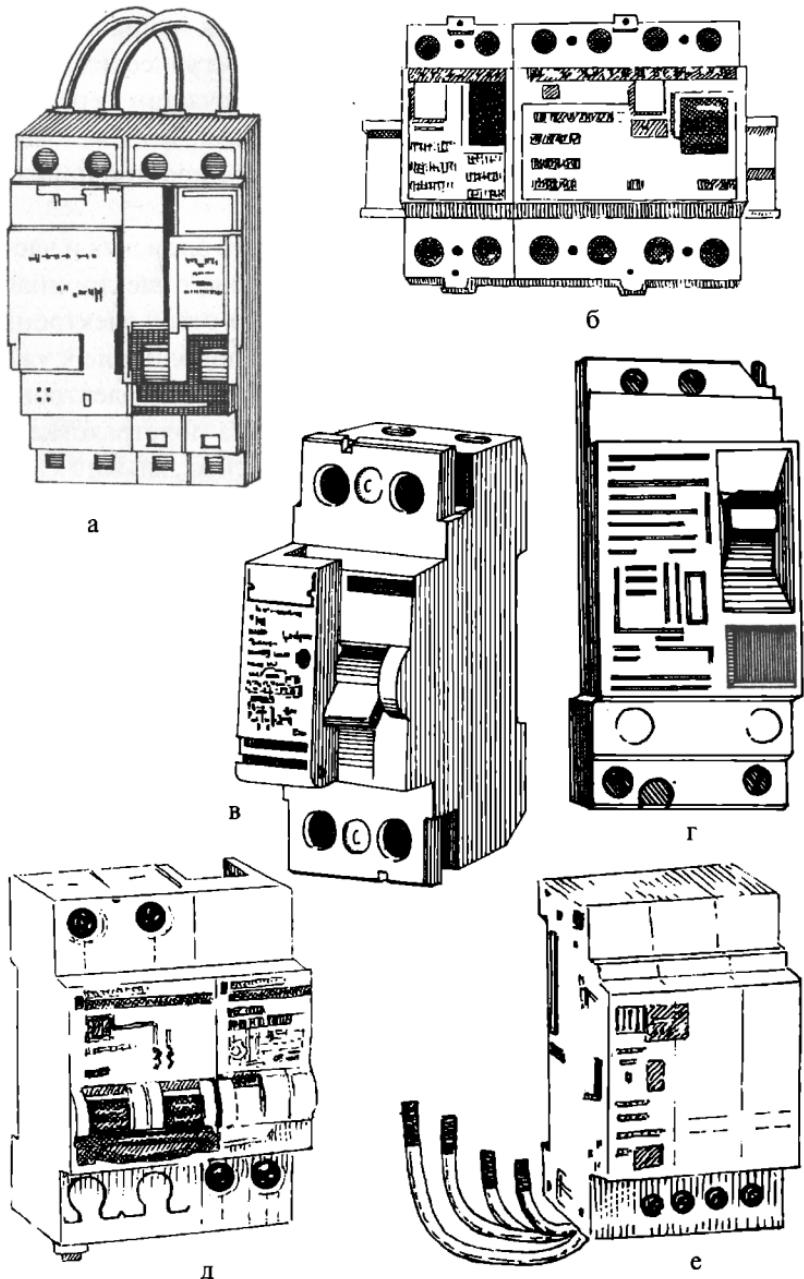

Рис. 13. Некоторые модели УЗО: а — «УЗО-2000»; б — «АСТРО УЗО»; в — «F 360»; г — «NFI 5SZ 3227»; д — «C 60 Vigi»; е — «DX/D40»
- выбор типа УЗО (рис. 13).
ОАО «Технопарк-Центр» производит по австрийской лицензии электромеханическое устройство «АСТРО УЗО» (рис. 13, б). Оно разрешено для применения в жилых, общественных и производственных зданиях, имеет сертификат соответствия. «АСТРО УЗО» сохраняет работоспособность при любых колебаниях и даже при отсутствии напряжения в сети, например, при обрыве нулевого или фазного проводников. Семейство «АСТРО УЗО» насчитывает 9 модификаций, отличающихся друг от друга количеством полюсов (двух- и четырехполюсные), параметрами номинального тока (16, 25, 40 и 63 А) и номинального отключающего тока (30 и 100 мА). Срок службы «АСТРО УЗО» — не менее 10 лет, ресурс — 4000 электрических и 10 000 механических циклов.
В ОАО «НИИ Проектэлектромонтаж» в комбинации с автоматическим выключателем производится электронное «УЗО-2000» (рис. 13, а). Особенность этого УЗО — способность сохранения работоспособности при кратковременных (до 5 секунд) провалах напряжения до 50% от номинального. Этот режим возможен при коротких замыканиях на время срабатывания системного АВР (устройство автоматического ввода резерва). Коммутационная износостойкость «УЗО-2000» — 20 000 циклов.
Фирма ABB предлагает устройства «F 360» (рис. 13, в), «F 370», «DS 640/DS 650», «DS 652» и «DS 654». Широкий выбор УЗО предлагает концерн Siemens. В его каталогах десятки устройств, разнообразие которых может удовлетворить любые требования покупателей. Наиболее популярная модель — двухполюсное УЗО «NFI 5SZ 3227» (рис. 13, г).
Французская фирма Merlin-Gerin, входящая в промышленную группу SCHNEIDER, выпускает УЗО «DPN N Vigi», «C 60 Vigi» (рис. 13, д), «Vigi NC 100», «C 60», «NC 100» и «NC 125». Еще одна французская фирма Legrand поставляет в Россию УЗО типа «DX/D40» (рис. 13, е) двух- и четырехполюсное.